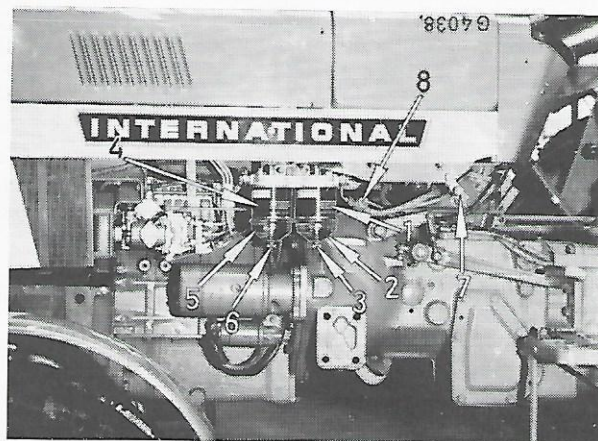

Fig. 2 - Filtre à combustible
Toute la condensation apparue dans le système d'alimentation s'accumule dans le bol transparent (2, fig. 2). Vidangez tous les jours l'eau de condensation en desserrant la vis (3), avant de mettre le moteur en marche. Resserrez la vis dès que l'eau s'est écoulée et que le combustible commence à apparaître.
Dès le démarrage du moteur, la lampe-témoin verte (A) fig. 2, doit s'éteindre.